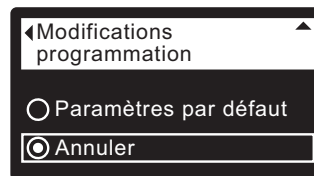

FIG. 100
7. Appuyez sur le sélecteur (O) pour afficher le menu de modifications de la programmation (cf. Figure 100).
8. Si le cercle vis-à-vis de l'option souhaitée a déjà un point (cf. Figure 100), passez à l'étape 9. Sinon, appuyez sur le bouton BAS (▼) ou HAUT (▲) pour passer à l'option souhaitée, puis sur le sélecteur (O) pour confirmer votre choix.